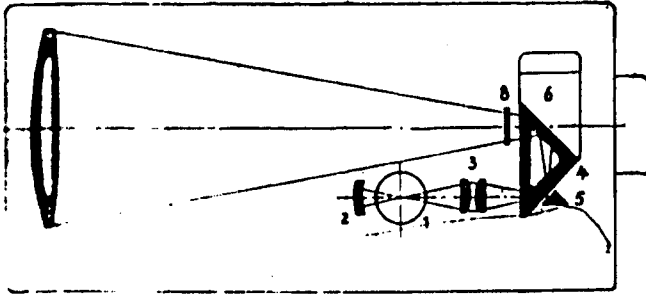

Bild 7
(Bild 7).
des Senders, der auf der Reflektionsfläche des Modulator-Prismas (4) liegt, vereinigt wird. (Bild 7).
6. Er setzt sich zusammen aus dem Modulatorprisma (4) und dem elektromagnetischen Teil (6) mit der schwingfähigen Platte (6a), die den kleinen Glaskörper (5) trägt.